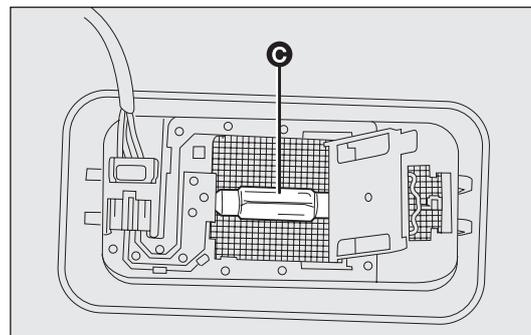

fig. 165
- sustituya la lámpara C-fig. 165 separándola de los contactos laterales; introduzca la nueva lámpara asegurándose de que la misma quede bloqueada correctamente entre los contactos;